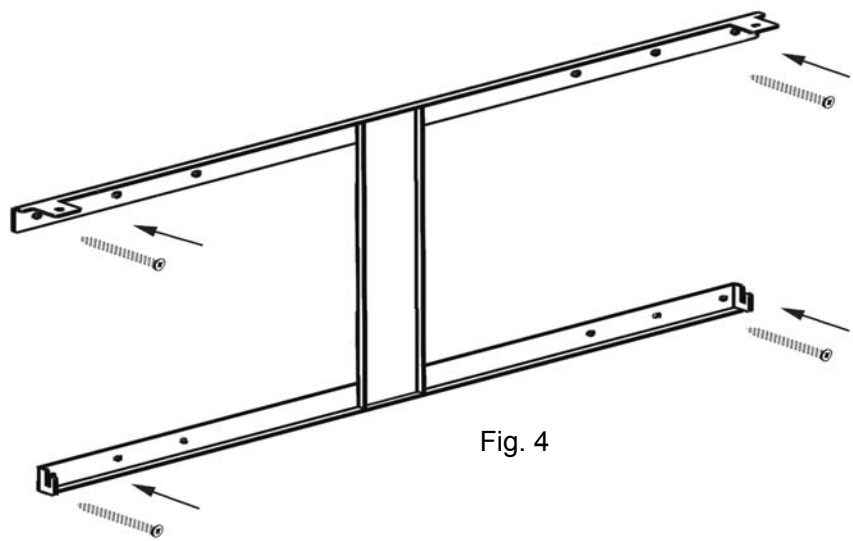

Fig. 4
- Fixez l'équerre avec 4pcs M5×8 screws (Fig. 4)